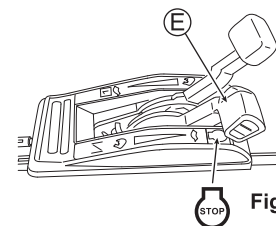

Fig. 14
2. Placez la manette des gaz (E) sur "STOP". (Voir Fig. 14)